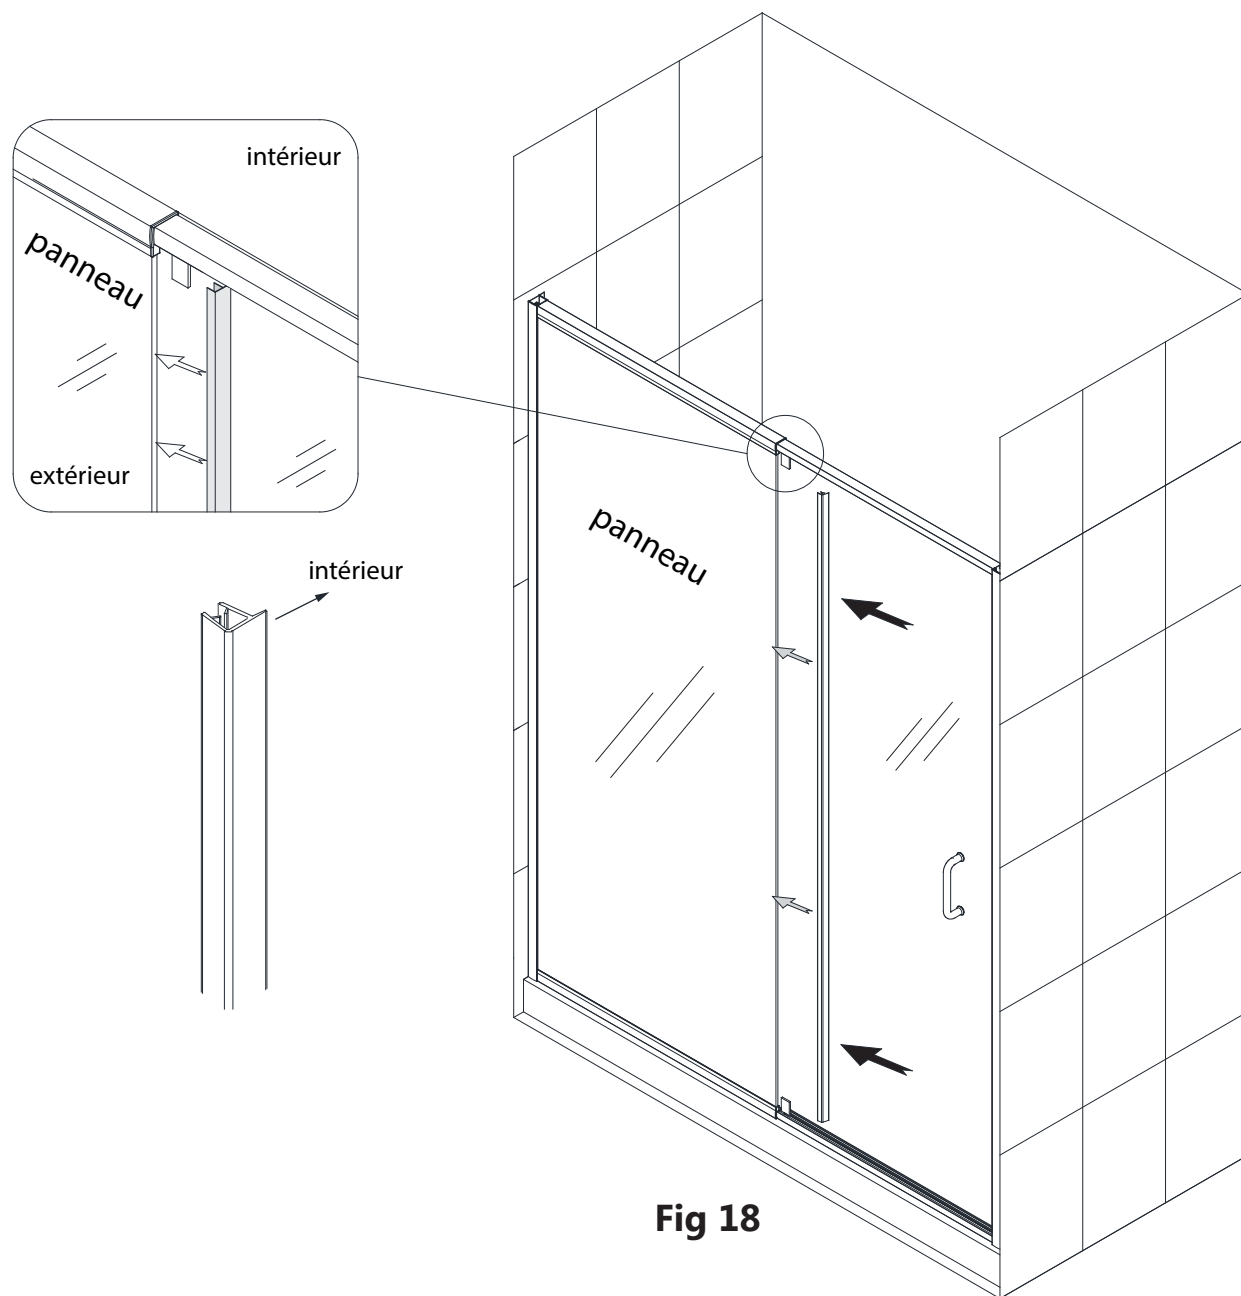

Fig 18
18. Posez le joint de **vinyle avec ailette flexible (N° 07)** sur la **bordure verticale du panneau vitré fixe (N° 02)** en orientant la bride vers l'intérieur de la douche. **Fig. 18**